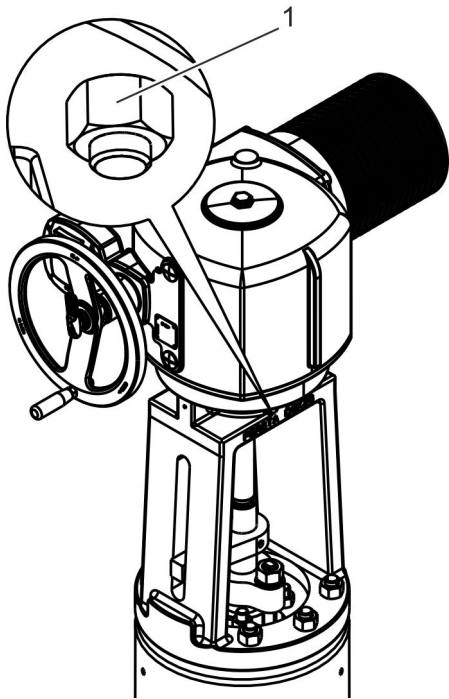

Abb. 33: Elektrischen Antrieb befestigen
10. Elektrischen Antrieb auf dem Bügelaufsatz verschrauben (Abb. 33/1).
Muttern (Abb. 33/1) gemäß Herstellerangaben festziehen.